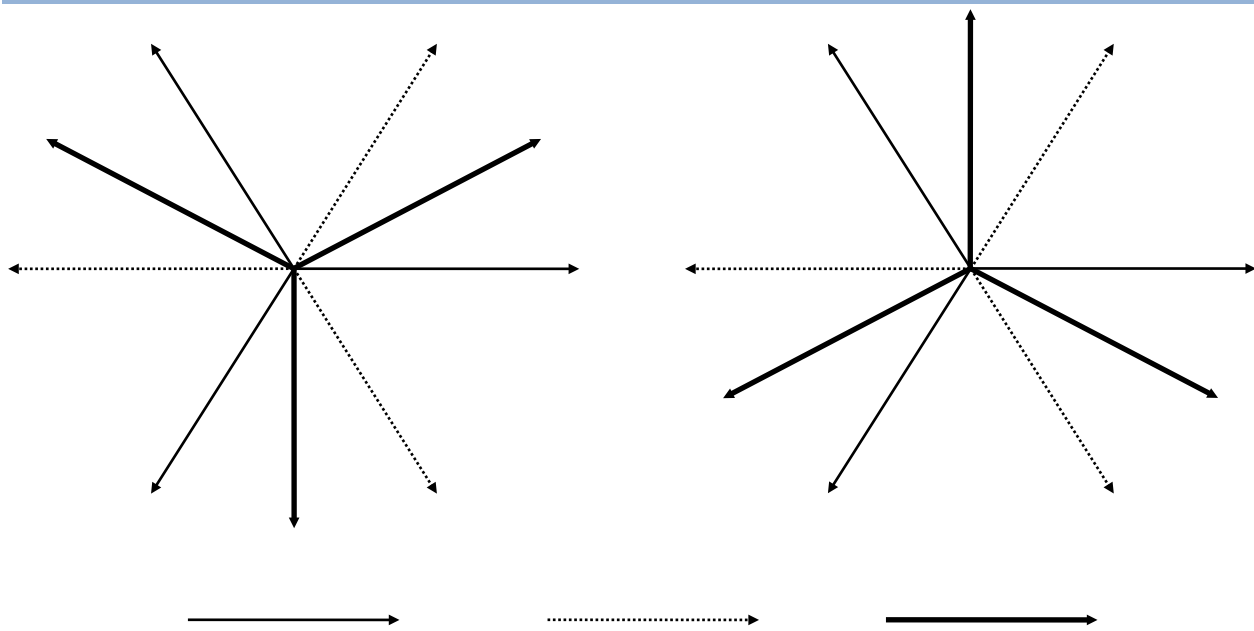

Figure 59-6. Compensation de phase interne et homopolaire
La Figure 59-6 montre comment les courants sont calculés pour chaque ensemble d'entrées de courant pour une utilisation par l'élément Protection différentielle de courant (87). Le calcul dépend de la compensation de phase choisie (voir les tableaux précédents) et du paramètre de source de terre.